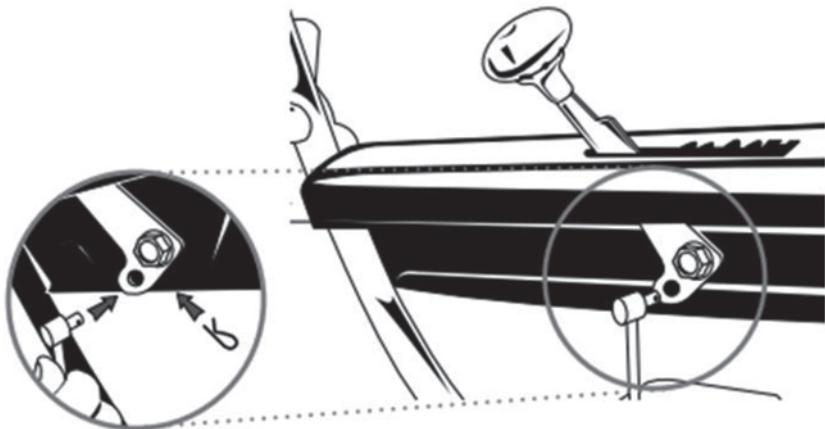

Рис. 9
Установите вторую сторону тяги переключения передач в отверстие на рычаге под панелью управления и зафиксируйте шплинтом (Рис. 9).
2. Поверните выключатель зажигания в положение «OFF» (Выключено) (Рис. 9).